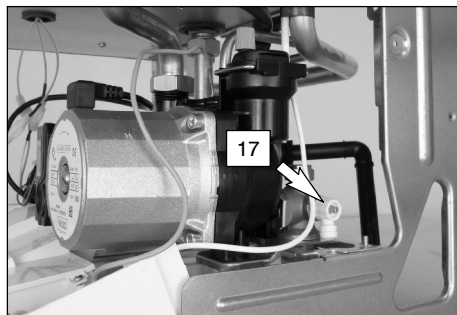

fig. 9.3
- 2 Allentare il rubinetto di svuotamento caldaia 17 in fig. 9.3